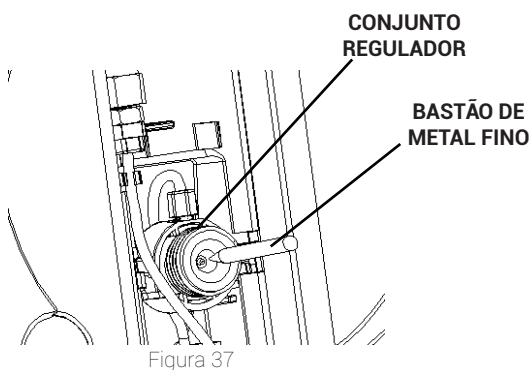

Figura 37
1. Em primeiro lugar, escolha a arruela de vedação com um pequeno bastão de metal (veja a figura 37) e retire a sonda perfurada do cartucho. Tenha cuidado para não danificar outras peças do regulador.